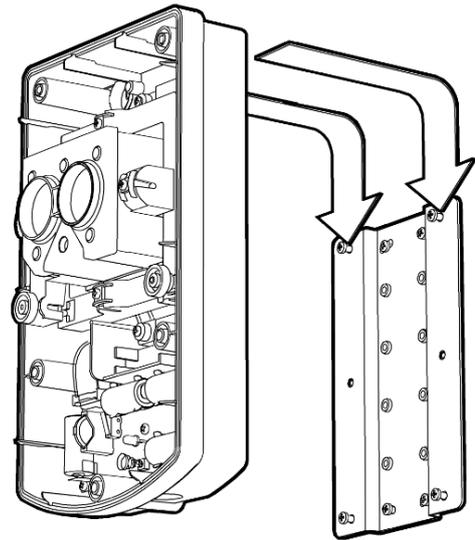

Рис. 3
- на, предварительно установленный (на стене, потолке) Кронштейн СПНК.301568.006 через Пластины монтажные СПНК.301716.003 из комплекта поставки Кронштейна (см. рис. 3).